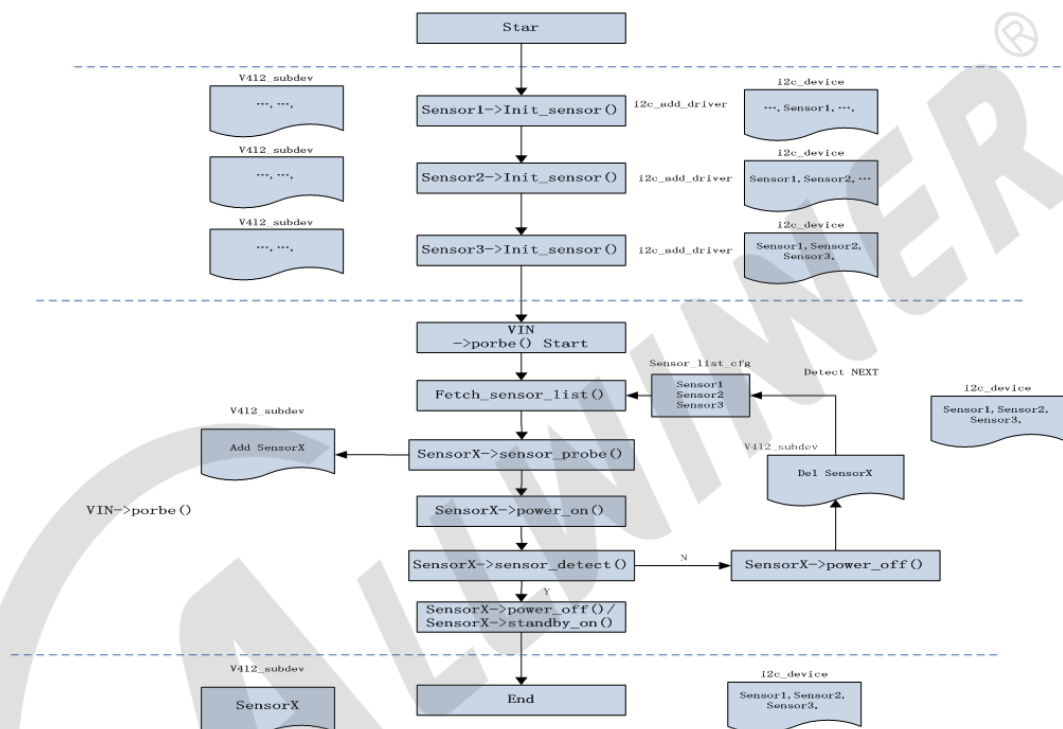

图 1: camera detector
1. 系统启动加载各个有待检测的 camera sensor 驱动，此时会调用 `i2c_add_driver` 函数，将该 sensor 驱动添加到 i2c 设备列表中。如图 1 所示，在 `insmod` 时，每个驱动的 `init_sensor` 函数会被执行，则其主要作用就是将当前驱动添加到 i2c driver 下，为之后挂载 subdev 做准备。